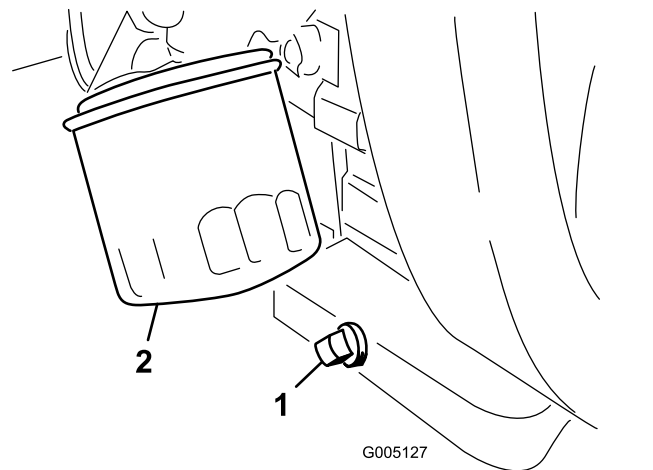

Bild 31
- Entfernen Sie die Ablassschraube (Bild 31) und lassen Sie das Öl in die Auffangwanne ab.
- Reinigen Sie das Gewinde der Ölablassschraube, bringen Sie etwas PTFE-Dichtmittel auf und schrauben Sie die Ablassschraube wieder auf (Bild 31).
- Entfernen Sie den Ölfilter (Bild 31).